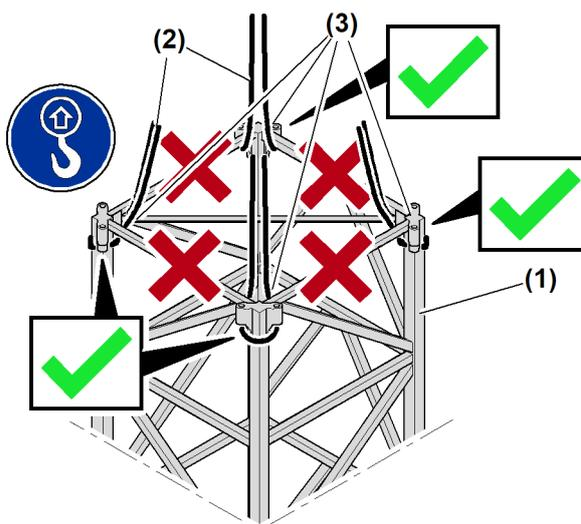

Fig. 224: Anschlagpunkte der Turmstücke
Die Anschlagmittel müssen an den vier oberen Eckstielen des Grundturmstücks eingehängt und gesichert werden \(siehe: Fig. 224, Seite 263\).
- ▶ Anschlagmittel am Grundturmstück an Anschlagpunkten anhängen und sichern. (siehe: Fig. 224, Seite 263)